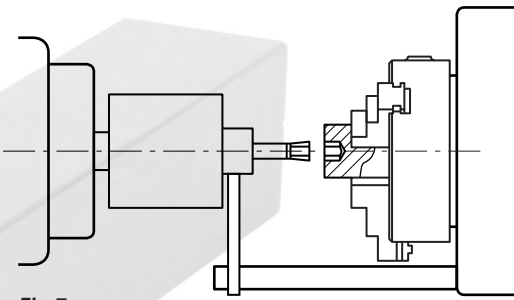

Fig.7
- c) Faciliter l'initiation du travail de brochage, en particulier au moment d'utiliser des broches de petite section, surtout sur des pièces en matériau mou. Le levier auxiliaire doit s'appuyer sur une fourchette conductrice ou butoir, qui dans le cas d'une application à un tour devra être solidaire au plat à l'élément de fixation de la pièce de travail. Voir **fig.7**.